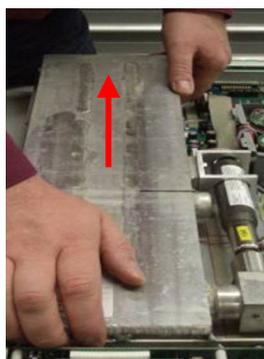

Fig. 51: Extracción del depósito
12. ► Elevar el depósito por la parte de atrás y extraer con cuidado hacia atrás (Fig. 51).